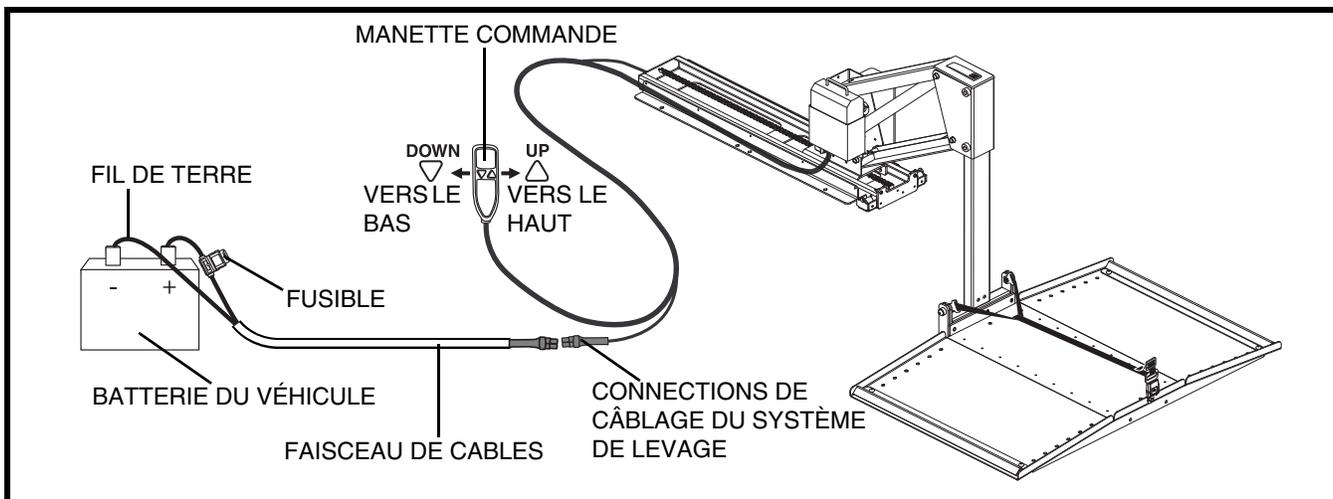

Figure 3. Installation du faisceau de câbles
1. Acheminez le faisceau de câbles du système de levage (à partir du système de levage) à travers l'intérieur du véhicule jusqu'à la batterie du véhicule. Voir la figure 3.
4. Retirer le fusible de 15 ampères du faisceau. Voir la figure 3.